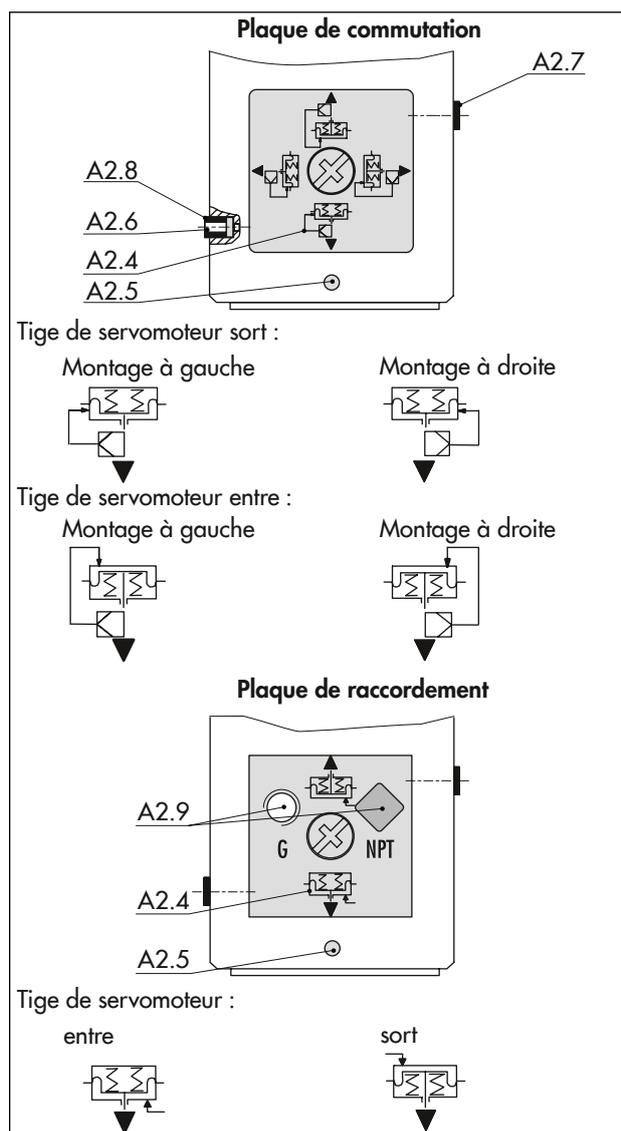

Fig. 15 : Plaque de commutation et plaque de raccordement sur le type 3277-5
- Tourner la plaque de commutation de sorte que le symbole (A2.4) correspondant au côté de montage et à la position de sécurité soit orienté vers le repère (A2.5), cf. Fig. 15.
- Tourner la plaque de raccordement de sorte que le symbole (A2.4) correspondant à la position de sécurité soit orienté vers le repère (A2.5), cf. Fig. 15.